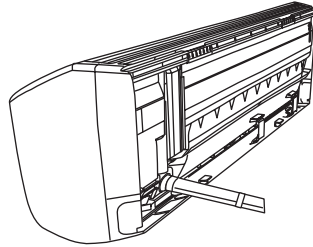

图7
(1) 当要把铜管从后面引出时，将铜管、排水管和连接电缆一起用附件 ⑫ 胶带绷紧。（图7）